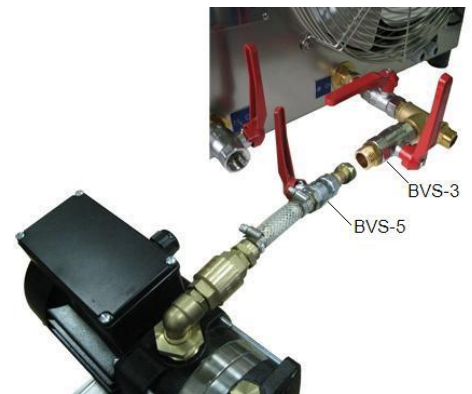

Abbildung 4.11
2. Montieren Sie den Kugelhahn (BVS-5) an den Kugelhahn (BVS-3) (Minstdruck von 2,5 bar), (Siehe Abbildung 4.11).